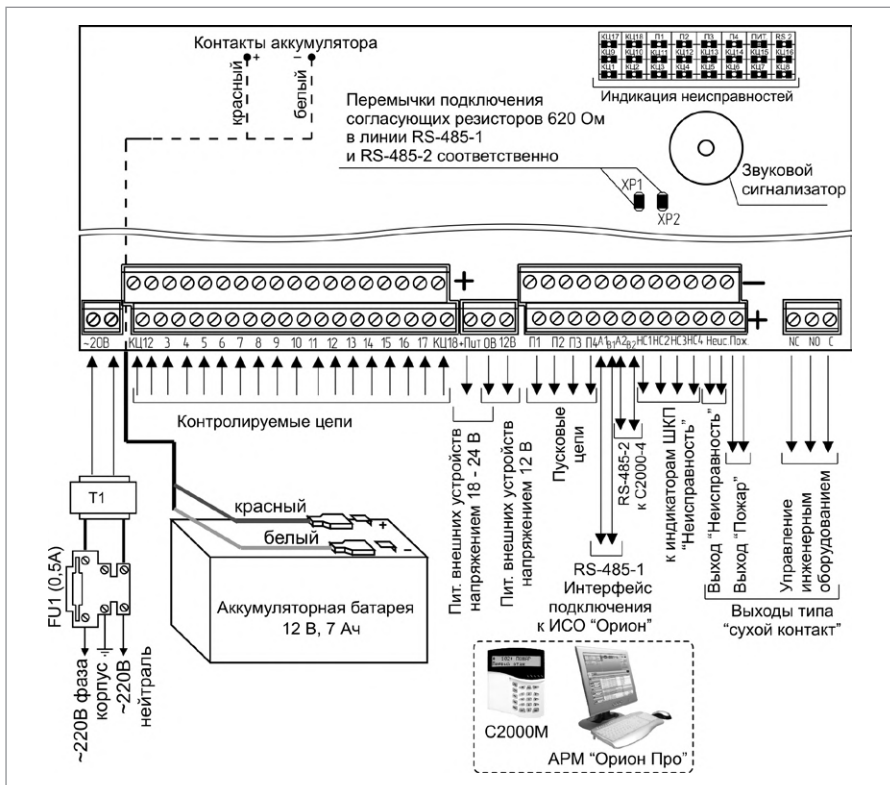

Рисунок 5.
2.3. Подключите блок по схеме, приведенной на Рисунок 5.
Схема внешних соединений блока Поток-ЗН приведена на Рисунок 5.